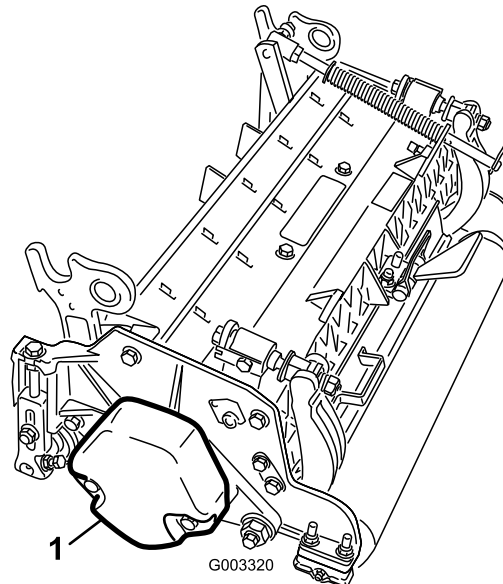

Figura 12
**Nota:** Retire el contrapeso (Figura 12).